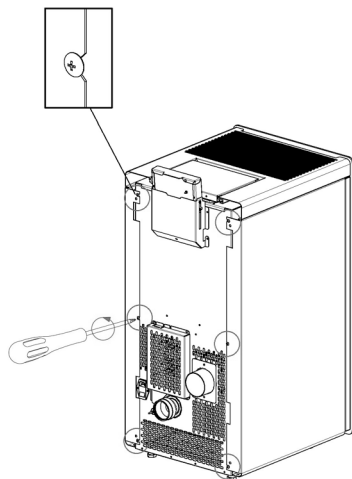

Fig. 69 - Sprostite vijake
- Sprostite 6 zadnjih vijakov (gl. **Fig. 69**).